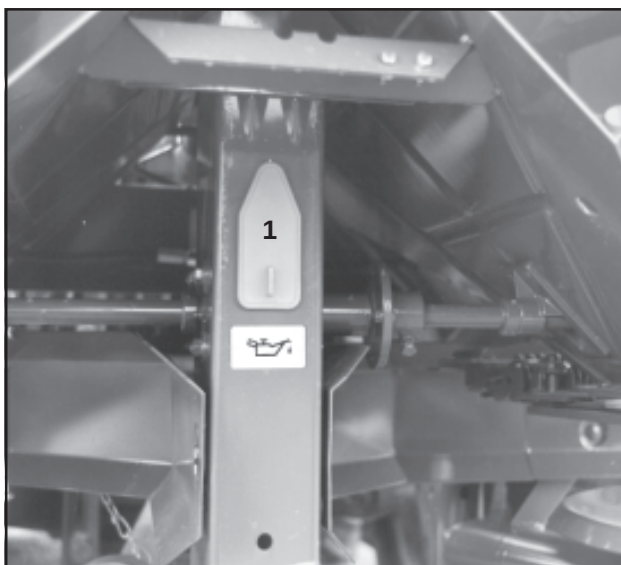

Fig. 9.1
2. Roerassen - aandrijfketting schoonmaken en ketting regelmatig invetten (fig. 9.1/1).